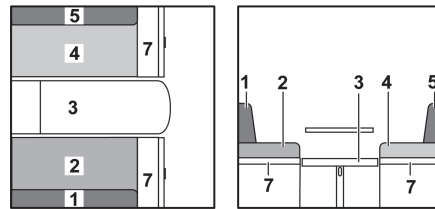

Fig. 123 Pendant la transformation
- Rabattre la rallonge de la banquette (Fig. 123,7) vers le haut et enclencher avec le rabat.